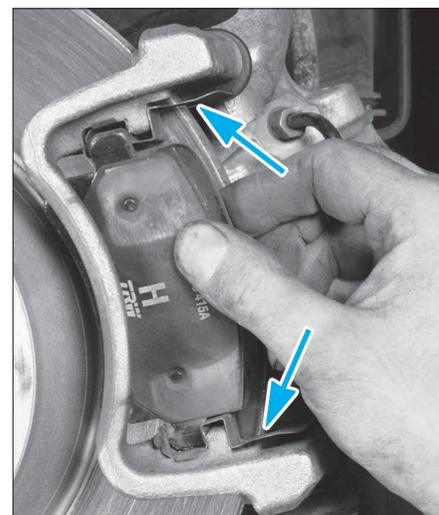

FIG. 11
- si équipé, remplacer les agrafes (Fig.11).